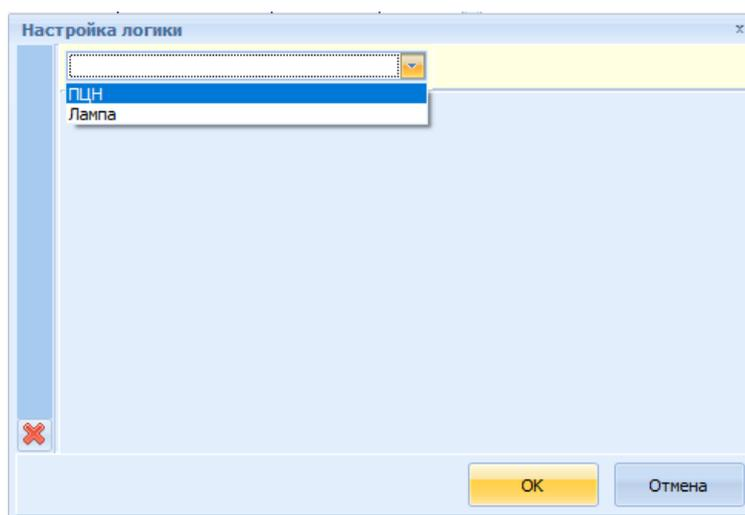

Рисунок 9.23 – Окно «Настройка логики» специального сценария
- в первом поле выбрать состояние ПЦН или Лампа (рисунок 9.23)